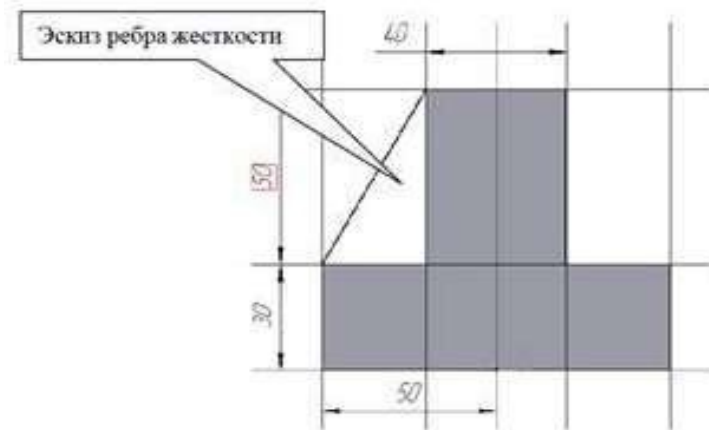

Рисунок 16.6 – Построение эскиза ребра жесткости
4. Для создания цилиндрического отверстия на верхней грани призмы вычертите эскиз отверстия – окружность радиусом 15 мм (рисунок 16.5) и вырежьте отверстие выдавливанием на глубину 40 мм (рисунок 16.6).
5. Для построения ребер жесткости на фронтальной плоскости проекций постройте эскиз (рисунок 16.6), для которого предварительно сделайте вспомогательными прямыми разметку. Эскиз обязательно следует вычерчивать отрезком (тип линии – основная), вспомогательные прямые служат только для предварительных построений. Также удобно набрать ручную координаты концов требуемого отрезка.